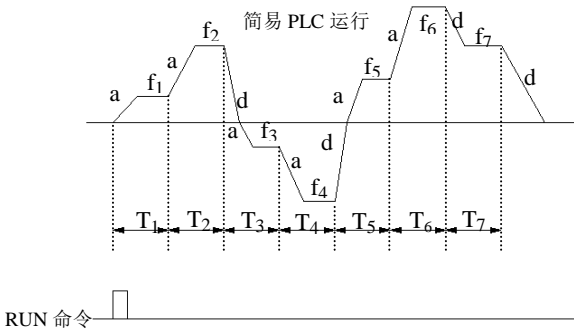

图 6-14 PLC 单循环后停机方式
**1：单循环后停机.**如图 6-14，变频器完成一个循环后自动停机，需要再次给出运行命令才能起动。